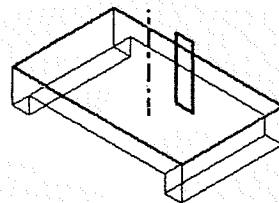
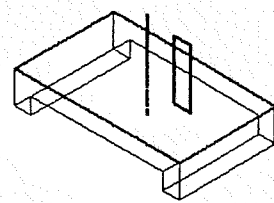
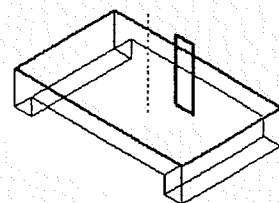

图7
图8
图9
1) 中心线 (图7); 2) 直线 (图8); 3) 构造线 (图9)。